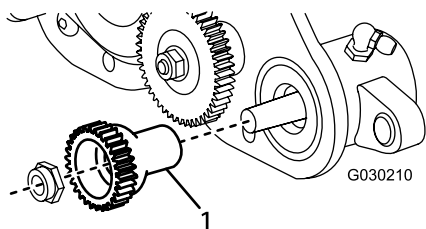

Рисунок 11
7. Нанесите консистентную смазку на уплотнительную поверхность ведомой шестерни, как показано на Рисунок 11.